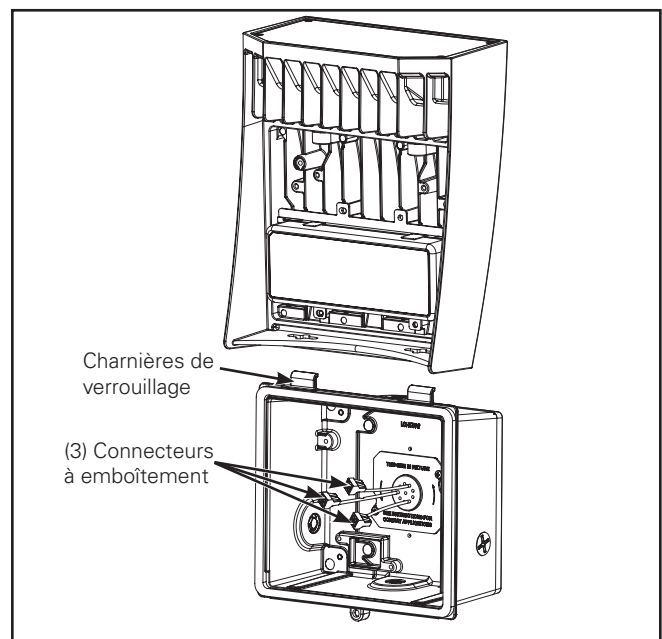

Figure 1.
1. Dévissez le couvercle avec le tournevis cruciforme. Retirez le couvercle du boîtier arrière et fixez le couvercle sur les charnières de verrouillage situées en haut du boîtier arrière. (Figure 1.)
8. Fixez le couvercle sur les charnières de verrouillage situées en haut du boîtier arrière (Figure 1). Reconnectez le fil de mise à la terre sur le couvercle avant et les fils noirs et blancs sur le pilote. Utilisez des connecteurs à emboîtement pour le câblage du luminaire. (Voir les schémas de câblage.)